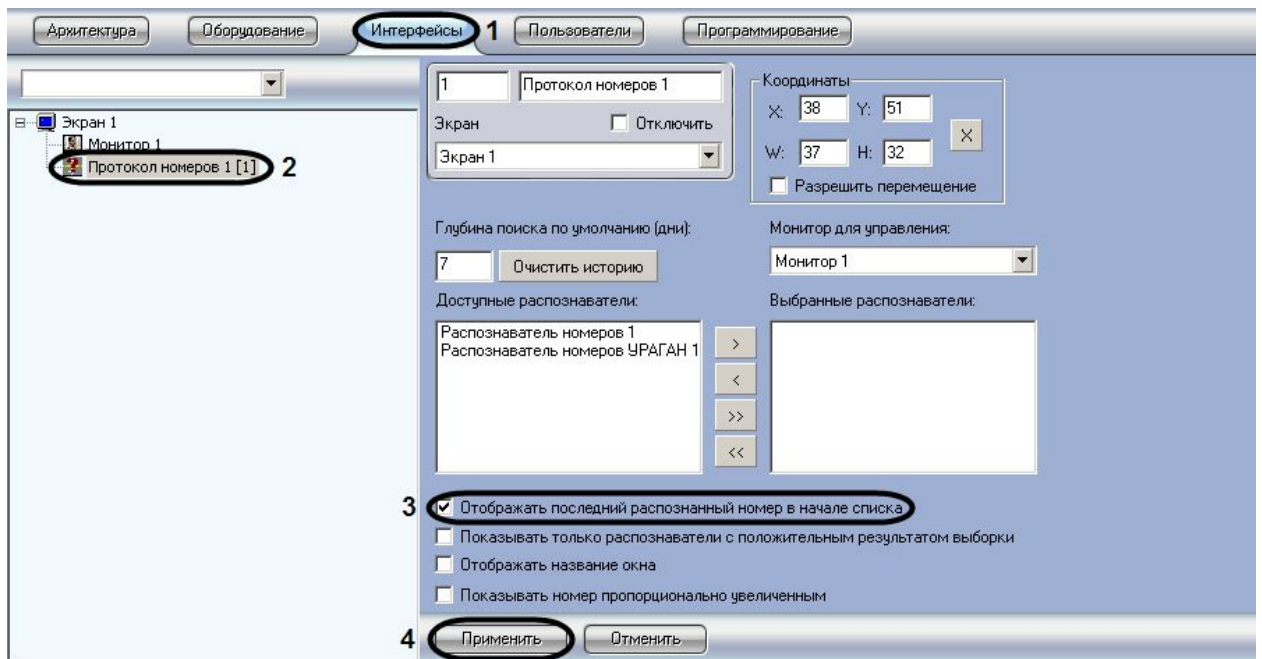

Рис. 7.7.7-1 Активирование функции отображения последнего распознанного номера в начале списка
1. Перейти на вкладку «Интерфейсы» диалогового окна «Настройка системы» (см. Рис. 7.7.7-1, 1).
2. Выбрать в дереве объект «Протокол номеров» (см. Рис. 7.7.7-1, 2).
3. Активировать флажок «Отобразить последний распознанный номер в начале списка» (см. Рис. 7.7.7-1, 3).
4. Нажать кнопку «Применить» для сохранения настроек (см. Рис. 7.7.7-1, 4).